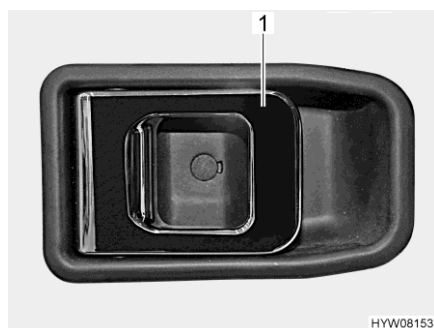

Fig. 53 Serratura della porta (porta conducente/porta di ingresso, lato interno)
- Tirare la maniglia (Fig. 53,1). La serratura della porta si sblocca o apre.
- Premere la maniglia (Fig. 53,1). La serratura della porta si blocca.